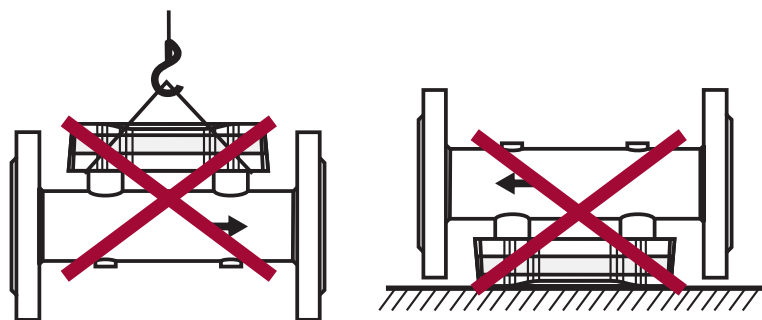

Рисунок 2.1 – Недопустимые действия при работе с расходомерами
- запрещается поднимать расходомеры за ЭБ, а также устанавливать их на ЭБ, рисунок 2.1;